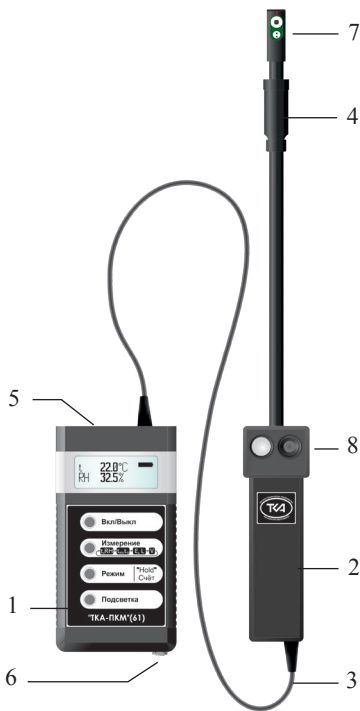
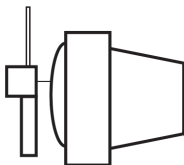

Рис.1 Внешний вид прибора “ТКА-ПКМ”(61)
Рис.2
5.1 Приборы комбинированные выпускаются в компактном портативном исполнении. Конструктивно прибор состоит из двух функциональных блоков: измерительной головки (ИГ) и блока обработки информации (БОИ), связанных между собой гибким многожильным кабелем (Рис.1).
Зонд с датчиками климатических параметров (RH, t, V) установлен на верхнем торце корпуса измерительной головки (7, Рис.1).
Для связи с ПК в приборе установлен разъём USB (опционально RS232) (5, на Рис.1).
6.4 Перед началом работы убедитесь в работоспособности элемента питания (аккумулятора). Если после включения прибора на дисплее появится надпись “РАЗРЯД БАТАРЕИ!”, нужно зарядить аккумулятор, для чего следует подключить к прибору через разъём на корпусе (6, Рис.1) зарядное устройство и вставить его в сеть. Прибор необходимо выключить. Время заряда ~ 16 часов. Превышение времени заряда (до нескольких суток) не приводит к ухудшению работоспособности аккумулятора.
В случае измерения климатических параметров (RH, t, V) сдвиньте вниз защитный колпачок, поместите зонд с датчиками (7, Рис.1) в зону измерения. Считайте с дисплея измеренное значение.
Проследите за тем, чтобы на входные окна фотоприемников (8, Рис.1) не падала тень от оператора, производящего измерения и от временно находящихся посторонних предметов.
7.5 При измерении яркости экранов мониторов ПК расположите фотометрическую головку с зондом прибора параллельно плоскости экрана на расстоянии 1...4 мм. Входные окна фотоприёмников (8, Рис.1) должны быть обращены по направлению к плоскости экрана, при этом диаметр измеряемой площадки не превышает 7...9 мм (Рис.2).